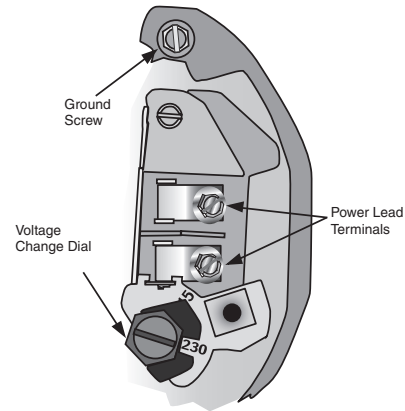

FIGURA 8 - VOLTAJE CONFIGURADO A CORRIENTE DE 230 VOLTIOS SELECTOR GIRATORIO
- ◆ Consulte la figura 8 para la configuración del cableado.
- ◆ Conecte los conductores de corriente a los terminales L1 y L2. Cuando reemplace el motor, verifique el diagrama de cableado en la placa de identificación del motor. Para los motores trifásicos o los motores cuyo diagrama de cableado no coincide con la figura 8, siga el diagrama que aparece en el motor.